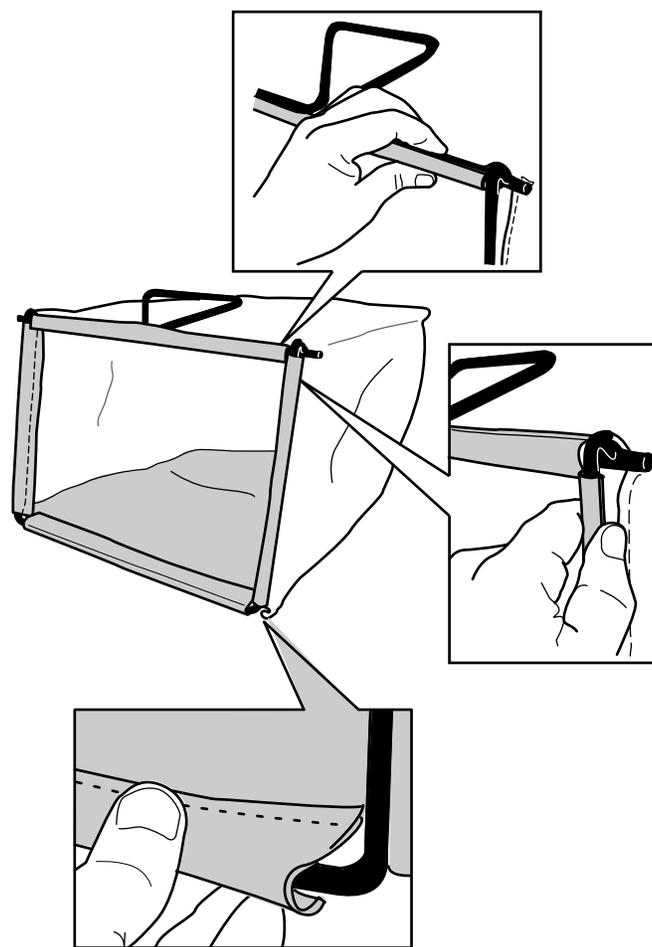

Рисунок 8
- 2. Зацепите нижний обод травосборника за нижнюю часть рамы (Рисунок 8).
- 3. Зацепите верхний и боковой ободья травосборника за верхнюю и боковые стороны рамы, соответственно (Рисунок 8).